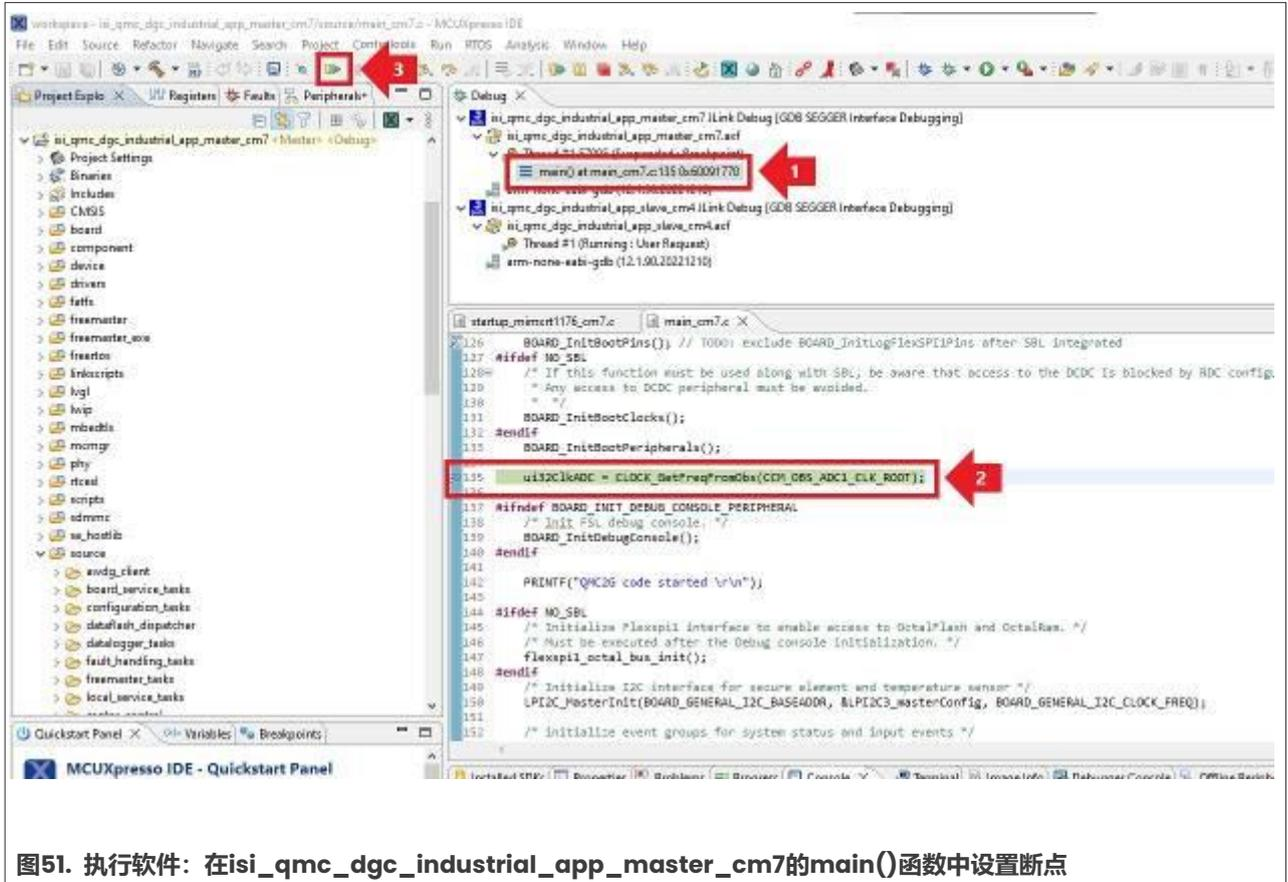

图51. 执行软件：在isi\_qmc\_dgc\_industrial\_app\_master\_cm7的main()函数中设置断点
6. 软件开始在子卡上运行，并将在此处停止。设置第二个断点，如图51所示：